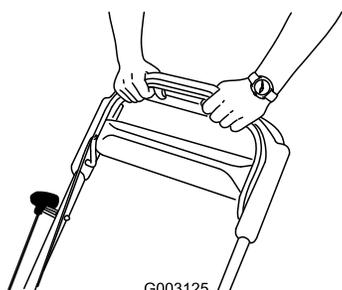

Bild 22
3. Halten Sie den Schaltbügel gegen den Griff gedrückt (Bild 22).